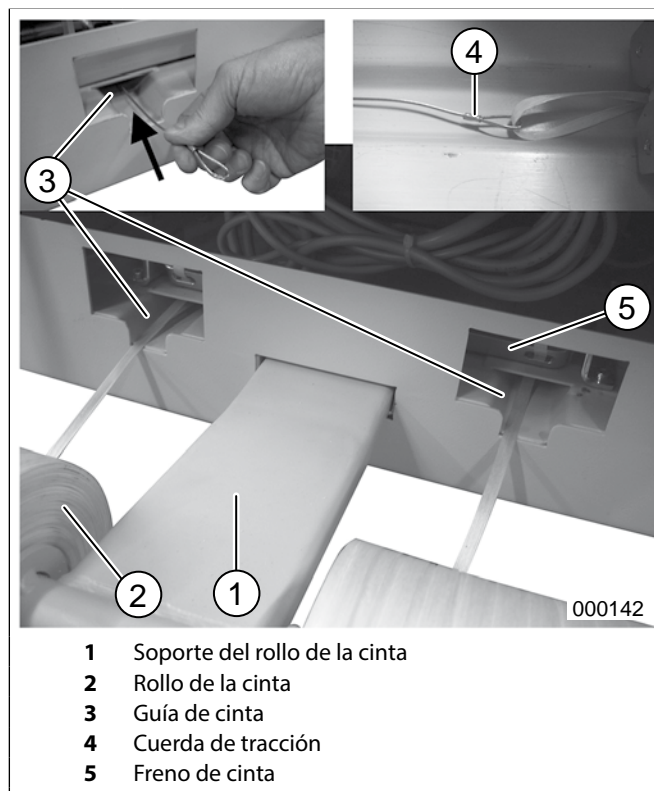

fig.22 Cambio de los rollos de cinta
4. Meter los rollos de cinta (fig. 22/2), como expuesto en la figura, con los extremos deslizándose hacia abajo, sobre los soportes de rollo de cinta (fig. 22/1).
5. Fijar el extremo de la cinta en un lazo de la cuerda de tracción (fig. 22/4) adjuntada, pasar el otro extremo de la cuerda por la abertura del freno de cinta (fig. 22/5) hasta la guía de la cinta (fig. 22/3). La cinta enganchada puede ser ahora pasada por la guía de cinta con ayuda de la cuerda de tracción anteriormente introducida, hasta que pueda verse en la cámara de prensado.
7. Colocar ambas cintas, como ya descrito bajo el título, "Colocacion de las cintas para un nuevo fardon", p. 52, y cerrar el freno de cinta (fig. 22/5).